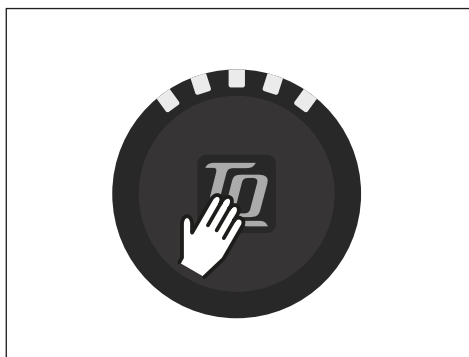

Fig. 3: Button on Display
- Allumez le Drive Unit en appuyant **brèvement** sur le bouton de commande du Display (voir Fig. 3).
- Éteignez le système en appuyant **longuement** sur la touche de commande du Display (voir Fig. 3).